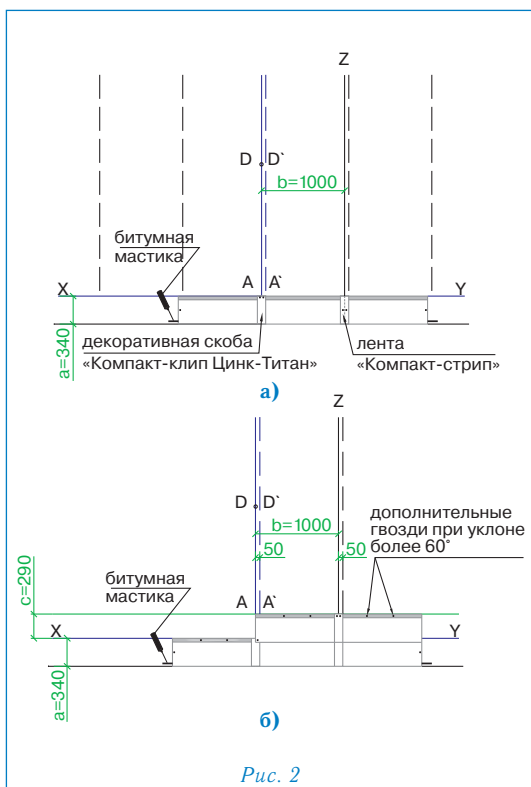

Рис. 2
### Укладка материала (рис. 2)
- укладка черепицы начинается от линии AD, при этом ее верхний край выравнивается по линии XY (рис. 2а);
- листы первого ряда укладываются встык и фиксируются двумя гвоздями по центру коротких сторон на расстоянии 2 см от края (рис. 2а);
- правая сторона скобы «Компакт-клип Цинк-Титан» выравнивается по линии A'D' и фиксируется двумя гвоздями через специальные отверстия (рис. 2а);
- листы второго ряда черепицы укладываются от линии AD, их нижний край выравнивается по линии, параллельной XY; каждый лист фиксируется двумя гвоздями в 2,5 см от нижней стороны; стыки закрываются декоративными скобами «Компакт-клип Цинк-Титан», которые также фиксируются двумя гвоздями (рис. 2б);
Каждый лист ПРЕСТИЖ НОВЫЙ РИМ ЦИНК-ТИТАН закрепляется четырьмя гвоздями, в соответствии с рекомендациями, приведенными выше (рис. 2б).
При укладке материала на скатах с уклоном более 60° каждый лист дополнительно фиксируется двумя гвоздями в верхней части (рис. 2б).